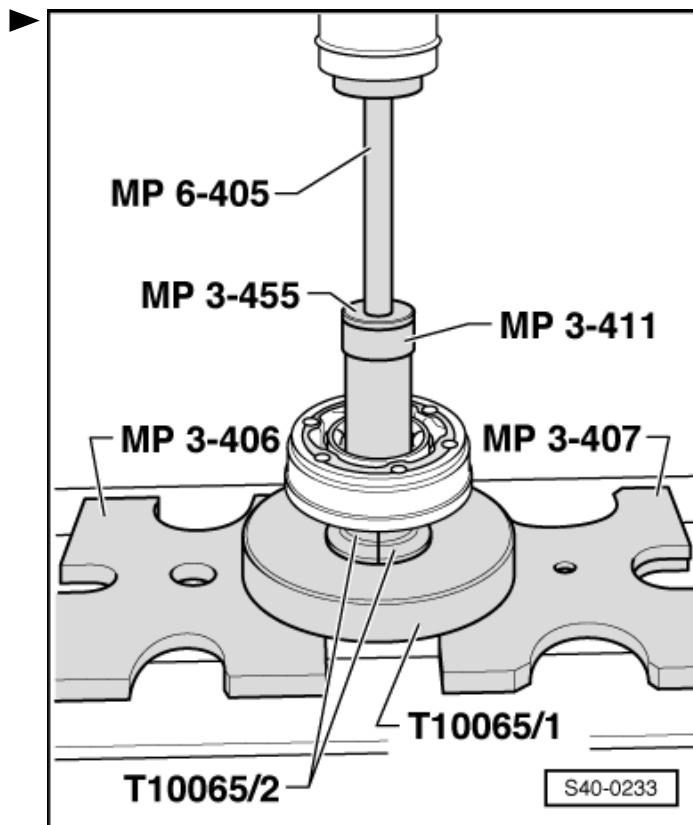

Abb. 7: Klemmschelle am Außengelenk spannen
- ☐ spannen ⇒ Abb. 7 in **40-6** Seite 4